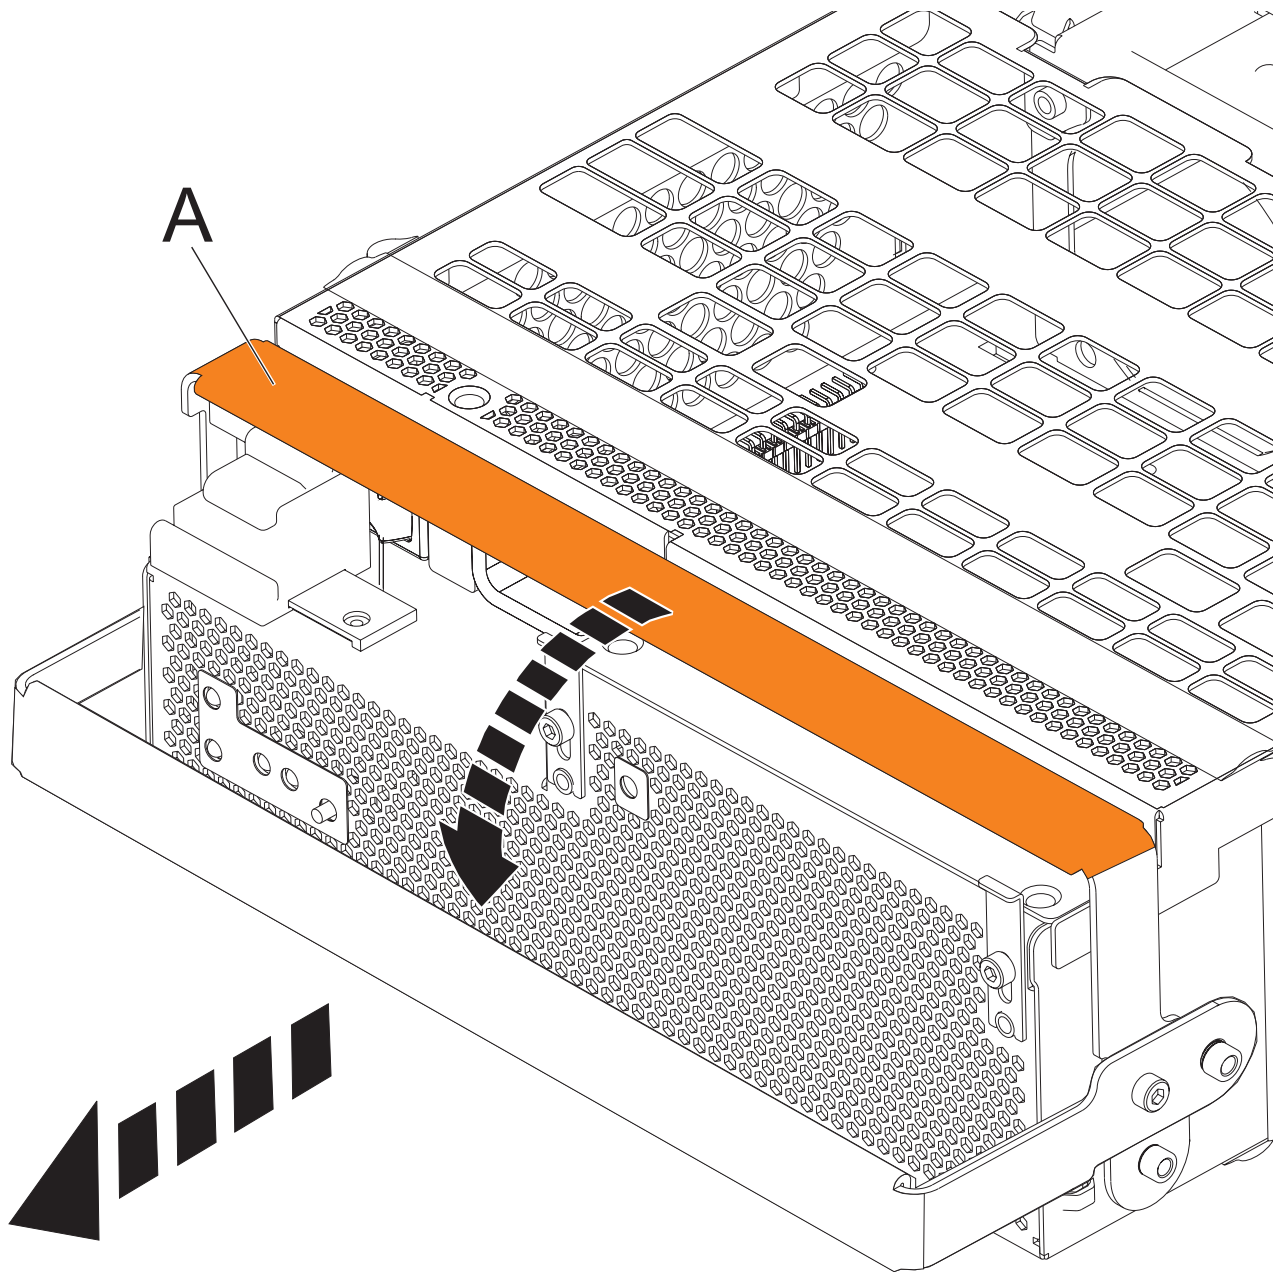

Figure 78. Retirer les ensembles de conversion hors ligne
- a. Tirez le levier (A) à fond vers le bas dans le sens indiqué pour dégager l'ensemble de conversion hors ligne. Pour plus d'informations, voir figure 78, à la page 85.